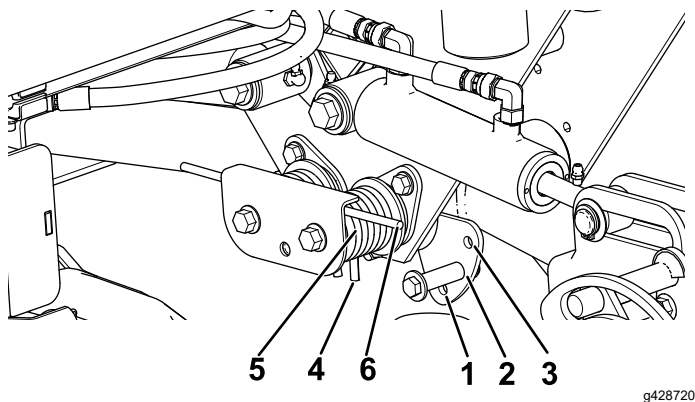

Figura 45
Para alterar as configurações da pressão descendente, a chapa de fecho deve ser removida para trocar as duas molas de um lado e a perna curta da mola deve agora encostar-se à borda superior do conjunto do fecho (Figura 45).
2. Insira um tubo ou objeto semelhante na extremidade longa da mola para aliviar a tensão durante o ajuste (Figura 45).
3. Ao libertar a pressão da mola, remova o parafuso e a porca que fixam o atuador de mola ao suporte (Figura 45)